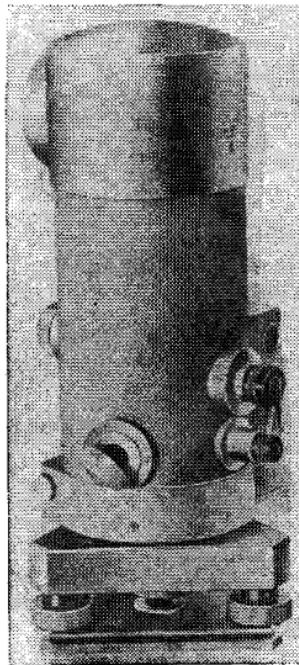

Рис. 16. Нивелир Н1 007
3.9. Нивелир Ni 007 (рис. 16) предназначен для нивелирования II и III класса. Может применяться для наблюдений за осадками зданий и сооружений и при высокоточном монтаже.